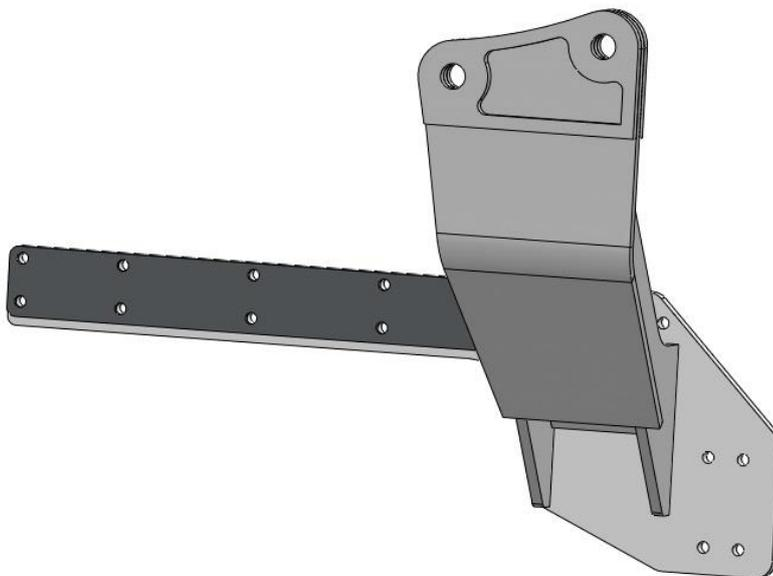
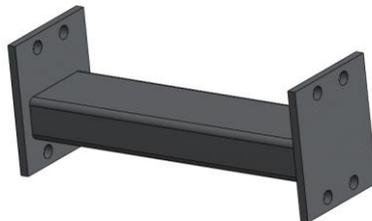

Рис. 4 Панель левая
Рис.5 Балка поперечная
Навесное устройство включает в себя крепящиеся на лонжеронах трактора две панели рис.4 , связанные между собой балкой поперечной рис.5.
4.1.1. Панели на МТЗ-320 (Рис.4).
Панель (правая и левая) представляет собой сварную конструкцию и состоит из накладки, стойки, снабженной кронштейном для удержания и фиксации подъемного устройства при помощи осей. Накладка панели имеет отверстия для крепления к лонжеронам трактора при помощи болтов М12х50, шайб 12.65Г в кол-ве 16 шт. Также на панелях имеются отверстия для крепления кронштейна рис.6 под тягу опорную рис.7. Панели навески снизу между собой соединяются с помощью балки поперечной рис.5 и гаек М30 в кол-ве 6 шт., по 2 шт. с внутренней стороны.
Закрепить панели навески к лонжеронам трактора при помощи болтов М12х50 и шайб 12.65Г. Также закрепить кронштейн рис.6 болтами М12х50, гайками М12, шайб 12.01 и шайб 12.65Г. Между панелями навески внизу установить балку распорную рис.5. Расстояние между кронштейнами – по центрам, расположенным в верхней части панелей – должно быть 900 мм. После установки произвести подтяжку всех резьбовых соединений.